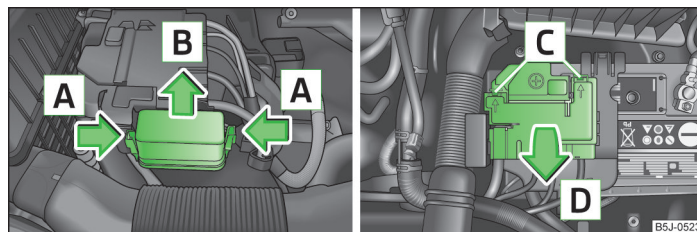

Fig. 152 Batterie du véhicule : cache de la boîte à fusibles
- Appuyez en même temps sur les étriers de fixation du cache du boîtier à fusibles dans le sens de la flèche **A** » fig. 152 et poussez le cache dans le sens de la flèche **B** pour l'enlever.